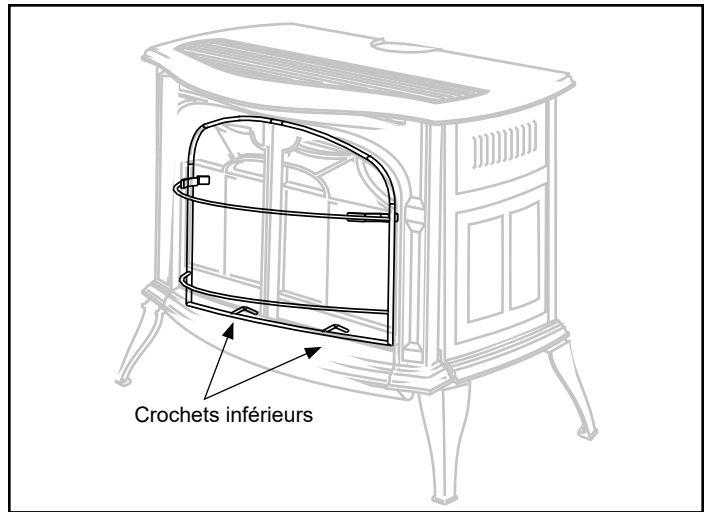

Figure 3.28 – Installer la barrière de sécurité.
2. Placez les deux crochets inférieurs sur le bord inférieur de l'ouverture du poêle (figure 3.28).